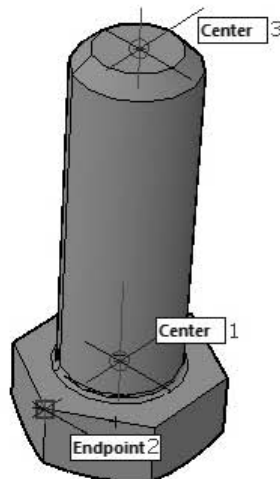

Рис. 12.12. Выбор точек позиционирования на болте
3. Укажите базовую точку с привязкой Центр (Center) — центр окружности основания головки болта (рис. 12.12).